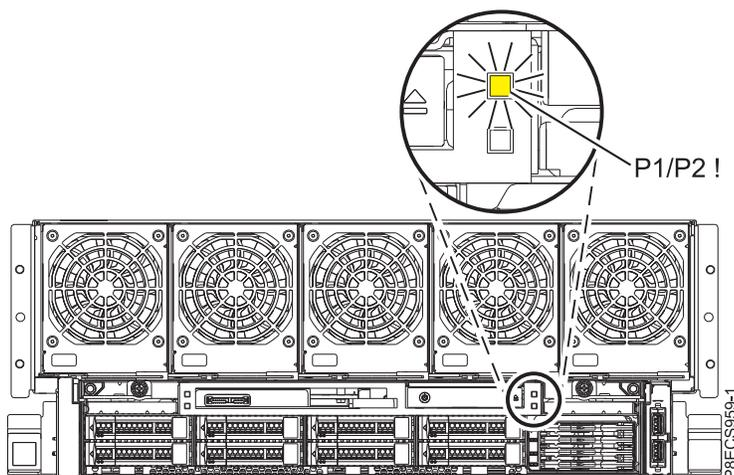

Abbildung 1. Vordere Gehäusefehleranzeige **P1/P2 !** am System vom Typ 8408-44E oder 8408-E8E.
5. Schreiben Sie den Status der Gehäusefehleranzeige **P1/P2 !** die sich an der Vorderseite Ihres Systems vom Typ 8408-44E oder 8408-E8E befindet, wie in Abb. 1 gezeigt.